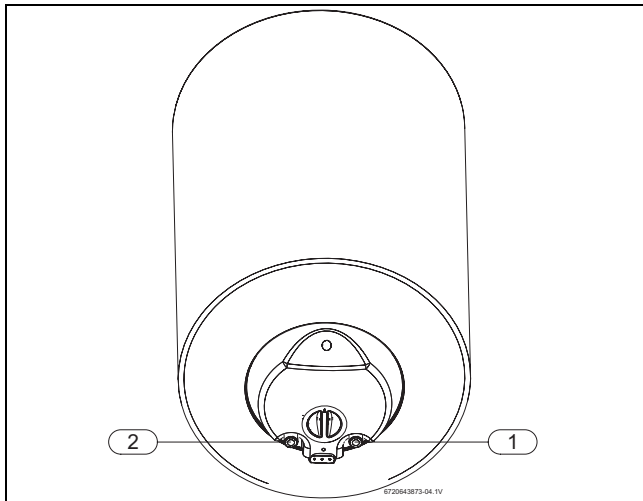

Рис. 7
- ▶ Для уникнення плутанини позначте відповідним чином трубопроводи для гарячої води. (→ Рис. 7).